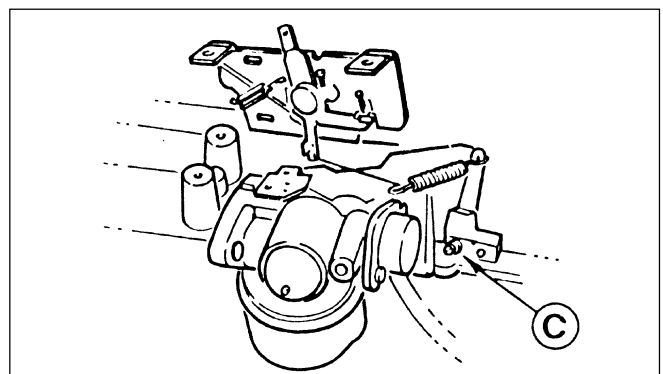

Fig. 21
**NOTA** - la vis **C** du levier régulateur est avec filetage à droite (Fig. 21).